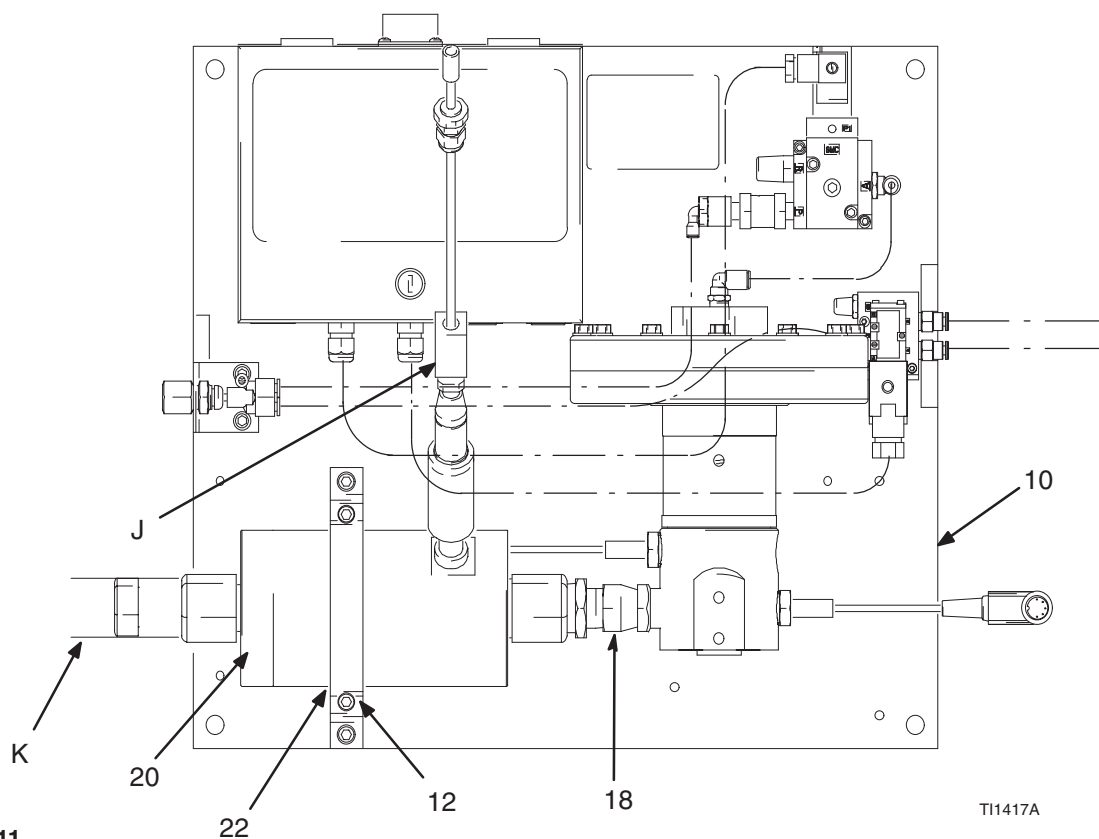

Fig. 11
- Caudalímetro (20) (Fig. 11)
2. Desconecte el cable del caudalímetro (J) del sensor del caudalímetro. Vea la Fig. 11.
3. Desconecte la manguera de producto (K).
4. Desconecte la pieza de acoplamiento giratoria (18) del regulador.
5. Afloje los dos tornillos (12), y retire la ménsula curvada (22).
6. El caudalímetro (20) pesa aproximadamente 6,75 kg. Levántelo cuidadosamente de la placa de montaje (10).
1. Deposite el caudalímetro (20) en la ménsula del caudalímetro (23) mientras enrosca la pieza de acoplamiento giratoria (18) en la entrada de producto de la válvula dosificadora. Vea las Fig. 11 y 12.
2. Apriete la pieza de acoplamiento giratoria (18) a la entrada de producto de la válvula dosificadora.
3. Coloque la ménsula curvada (22) sobre el caudalímetro, y apriete los dos tornillos (12) que sujetan en su sitio la ménsula y el caudalímetro.
4. Compruebe que el caudalímetro (20) el regulador (14) todavía están alineados.
5. Conecte la manguera de producto (K).
6. Conecte el cable del caudalímetro (J).